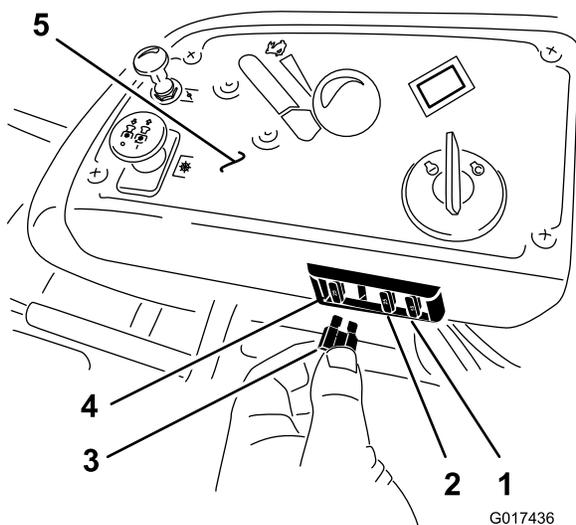

Figura 50
1. Los fusibles están situados en la consola de la derecha, junto al asiento (Figura 50).
3. Instale un fusible nuevo (Figura 50).